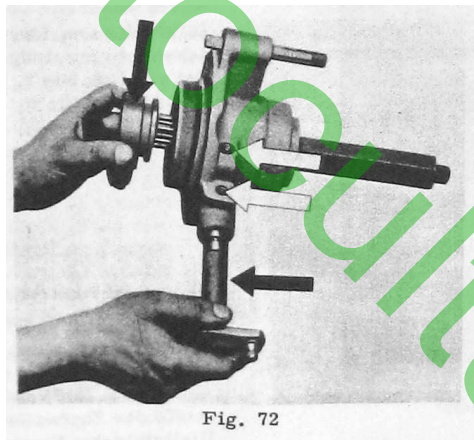

Fig. 72
3. Schiebemuffe (Fig. 72, links) und Ausrückwelle (Fig. 72, unten) in den Achstrichter führen.
4. Gewindestift m 8 x 30 (Fig. 72, Mitte) mit einem Schraubenzieher bis zum Anschlag einschrauben, dann wieder eine halbe Umdrehung lösen und Kontermutter festziehen.
5. Stahlkugel (10 ϕ) und Druckfeder in die Bohrung legen. Gewindestift M 12 x 30 (Fig. 72, oben) so weit einschrauben, bis sich die Ausrückwelle einwandfrei schalten läßt. Kontermutter festziehen.
3. Insert sleeve (Fig. 72, left) and disengaging shaft (Fig. 72, bottom) in half axle housing.
4. Screw in grub screw M 8 x 30 (Fig. 72, center) as far as the shoulder, using a screwdriver, then slacken again by half a turn and tighten counternut.
5. Place steel ball (ϕ 10 mm) and pressure spring in bore and screw in grub screw M 12 x 30 (Fig. 72, top) till the disengaging shaft can be freely shifted. Tighten counternuts.